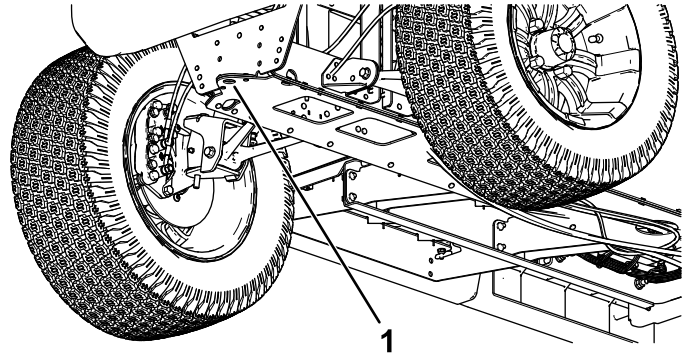

Figura 29
- O ponto de elevação dianteiro da máquina encontra-se na zona dianteira do chassis, por trás do garfo de reboque (Figura 29).